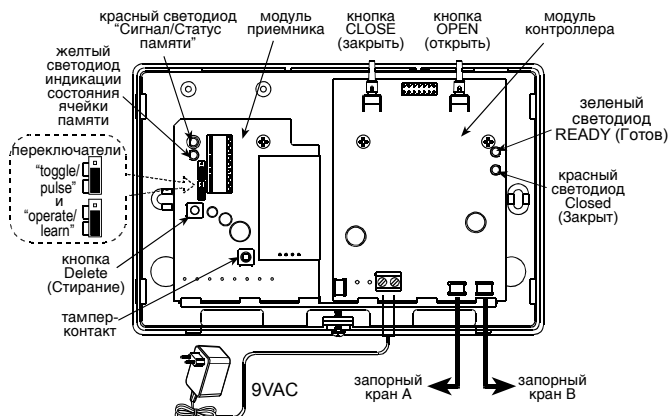

Рис. 3 - Электрический монтаж
Контроллер содержит два дополнительных светодиода, расположенных на плате приемника (см. рис.3), которые видны только при снятой верхней крышке корпуса.
- A. Установить переключатель "Работа/Регистрация" ("Operate/Learn") в положение "Learn", как показано на рис. 3. При этом желтый светодиод начнет мигать с постоянной частотой (см.рис.3).
В блоке памяти контроллера имеется десять ячеек, в которых запоминаются ID-коды датчиков, одна ячейка на один ID-код. Эти ячейки памяти могут выбираться в возрастающем порядке, по номерам, от 1 до 10. Выбор соответствующей ячейки производится путем нажатия тампер-контакта приемника (см.рис.3). Желтый светодиод (см.рис.3) показывает номер выбранной ячейки. Эта информация отображается с помощью соответствующих вспышек светодиода, как показано в следующей таблице.
- B. Для выбора желаемого номера ячейки памяти нажмите тампер-контакт (см. рис.3) нужное число раз (от одного до десяти), причем каждое нажатие увеличивает на один номер ячейки в соответствии с таблицей. При этом **красный** светодиод **Signal/Memory status** (Сигнал/Статус памяти) (см.рис.3) показывает статус выбранной ячейки памяти следующим образом:
индикация красного светодиода (см.рис.3)	смысл индикации
- A. Установите переключатель Operation/Learn в положение Learn. Внутренний желтый светодиод (см.рис.3) начнет мигать с постоянной частотой.
- B. Нажмите тампер-контакт (рис.3) необходимое число раз (до десяти), чтобы выбрать необходимый номер ячейки памяти (см.п.3.3). Статус выбранной ячейки памяти индицируется красным светодиодом следующим образом:
Соедините выходы сетевого адаптера (9В), входящего в состав системы, к контактам "PWR" (см. рис.3), не обращая внимание на полярность.
Соедините кабель крана с разъемом А (см. рис.3).
1. Нажмите кнопку Close (см.рис.3).
1. Нажмите кнопку Open (рис.3).
2. Нажмите кнопку открывания запорного крана **Open** (рис.3) и убедитесь, что подача воды восстановилась.